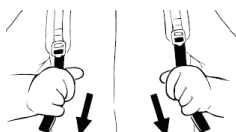

Рис. 22
- Отворете капачката на резервоара, сваляте входящите (43) и изпускателните (46) тръби (Снимка 14 и 15).
- Разхлабете двете крилати гайки (Снимка 16), фиксирани върху резервоара за химикали и извадете резервоара, след което сменете пластината за пръскане на прах (29) (Снимка 17); поставете резервоара за химикали (Снимка 18) и затегнете двете крилати гайки.
- Разхлабете канала на разтвора (3) (Снимка 19), сменете капачката (30) и я затегнете (Снимка 20)
- Свържете бързите съединители (12) (Снимка 21) от всяка страна.
- Потяните концы ремней вниз, чтобы затянуть заднюю пластину на спине (рис. 22), поднимите крючки на обоих ползунках, чтобы ослабить ремни (рис. 23).